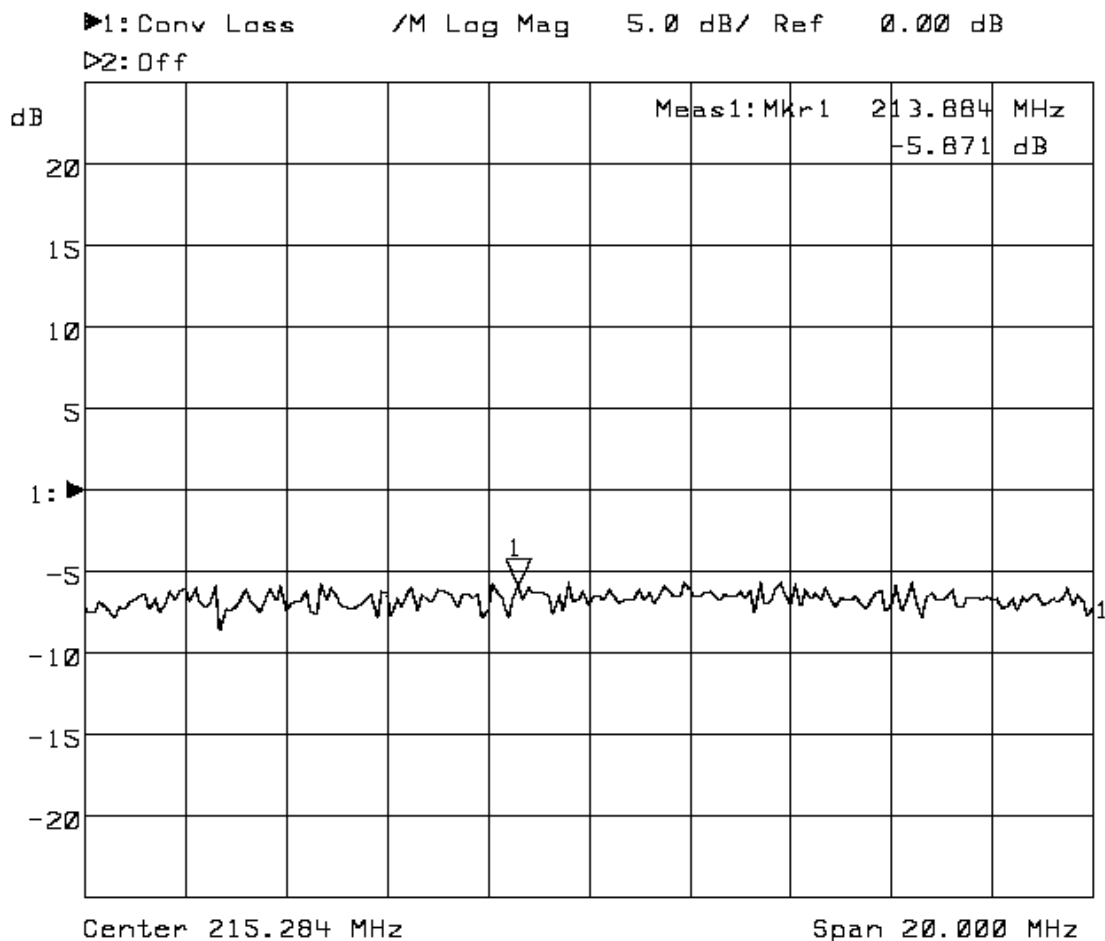

Figura 2-46. Pérdidas de Conversión del Mezclador RF.
10. Presione [SCALE] [Scale/div] 5 [Enter] [Reference Level] 0 [Enter] se obtiene la Figura 2-46, donde las *Pérdidas de Conversión* están por debajo de –5 dB.